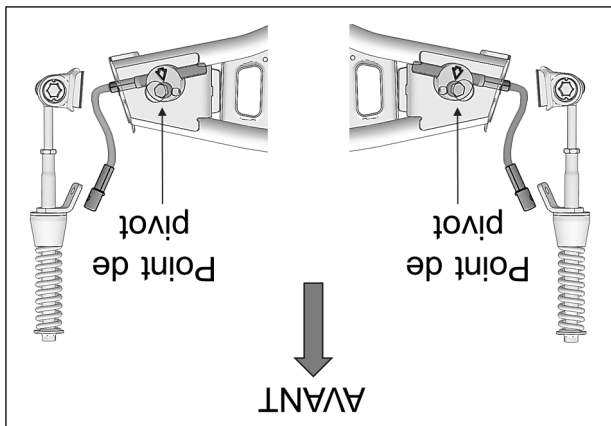

Fig. 26
14. À l'assemblage, assurez-vous que le point de pivot du disque en aluminium soit positionné en avant du câble du limiteur de conduite. Voir la Fig. 26